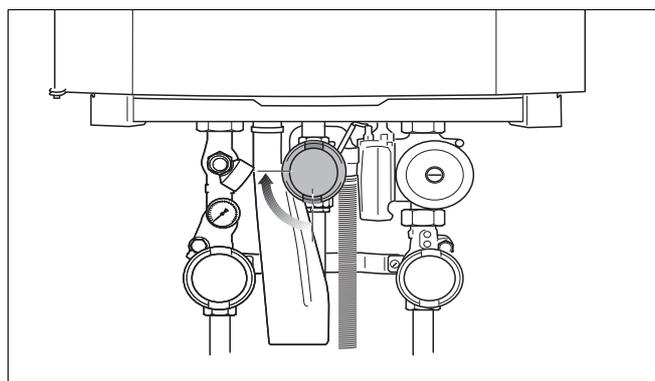

Fig. 79 Chiudere il rubinetto del gas
- Chiudere il rubinetto del gas (fig. 79).